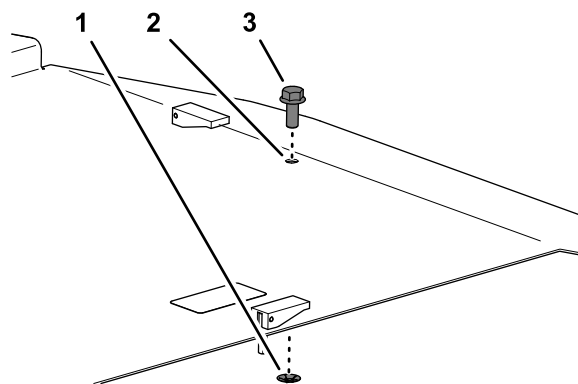

Bild 4
2. Entfernen Sie die Druckmutter, mit der die Schraube an der Abdeckung befestigt ist, und entfernen Sie die Schraube von der Abdeckung (Bild 4).